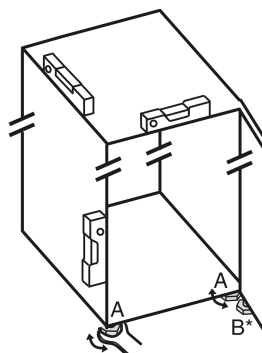

Fig. 4
- ▶ 用随附的开口扳手将垫脚 Fig. 4 (A) 借助水平仪旋出, 直至稳固、平坦对齐冰箱。
- ▶ 使用随附的开口扳手旋出托架上的垫脚 Fig. 4 (B)，直至垫脚平置于地板。
- ▶ 将垫脚 Fig. 4 (B)继续旋转 90°。